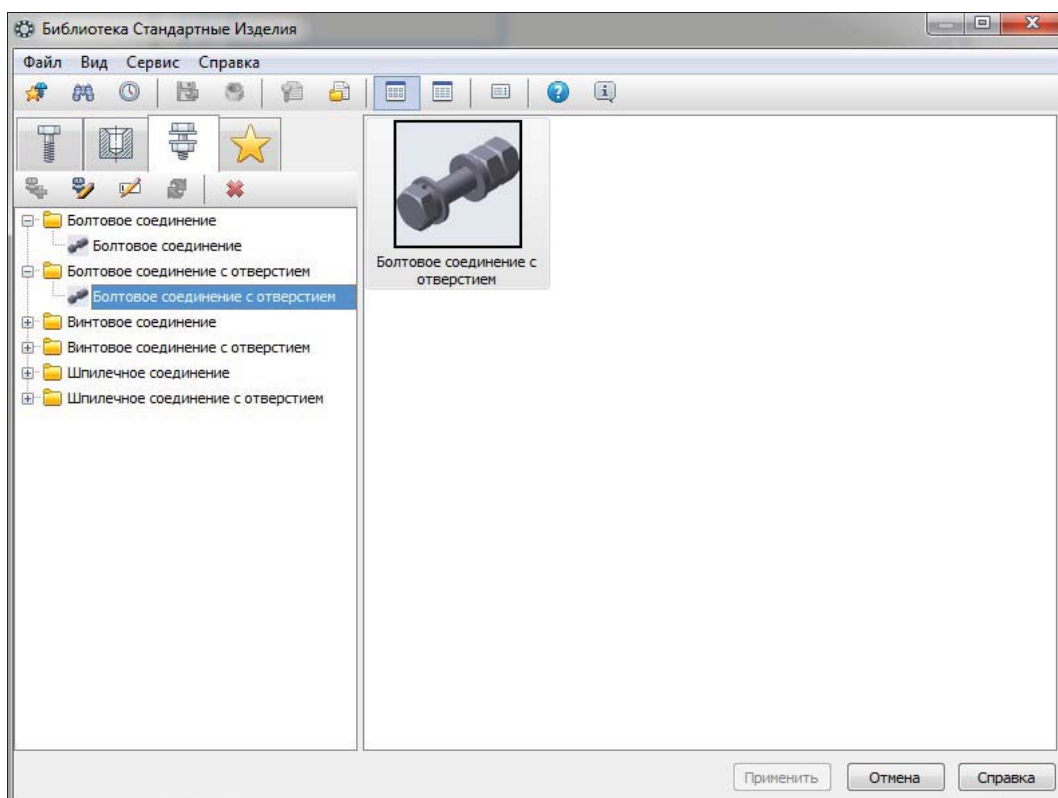

Рис. 30.22. Окно Библиотеки при выборе крепежного соединения
- вызовите команду  **Вставить элемент** — появится окно **Библиотека Стандартные Изделия** (рис. 30.22);